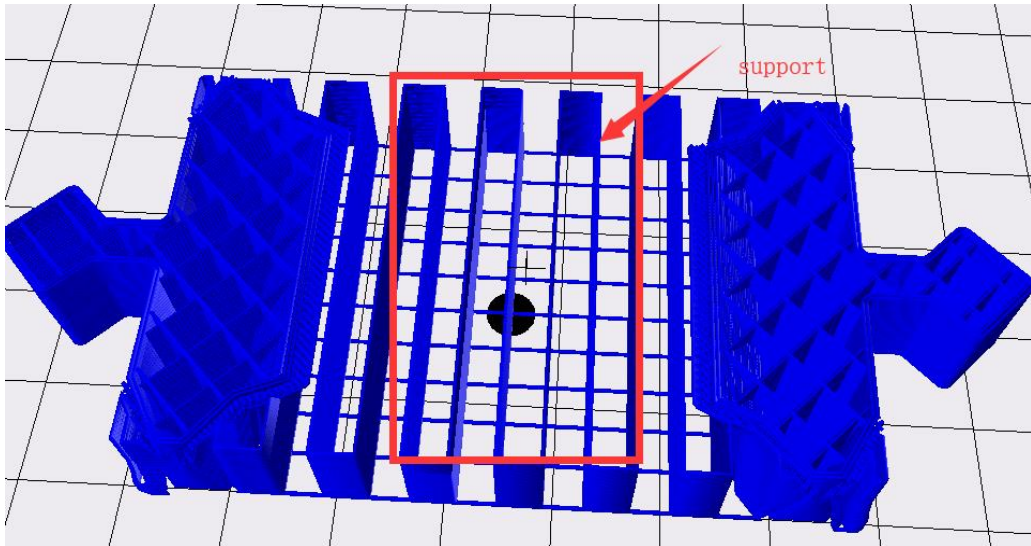
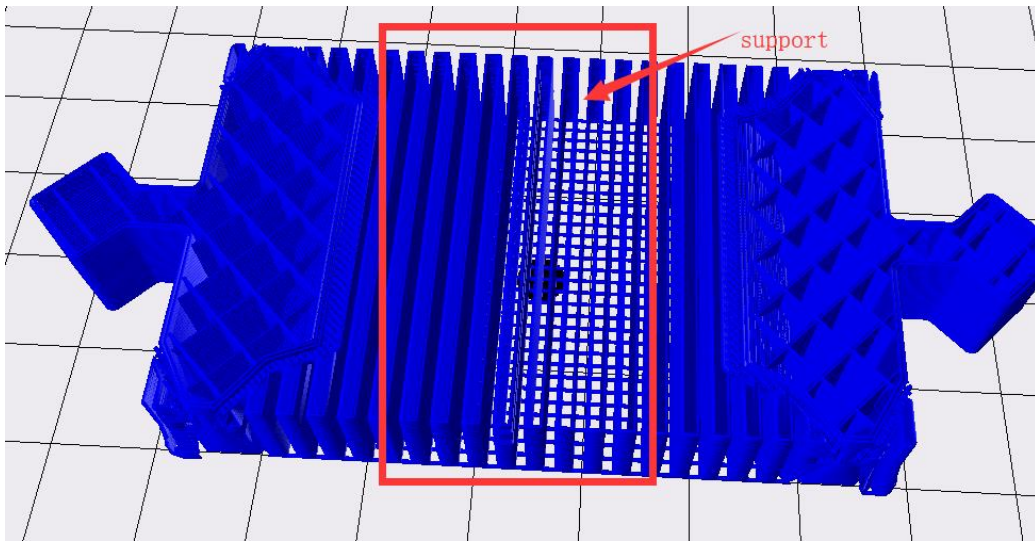

图 22, 10%支撑填充率
图 23, 30%支撑填充率
(3)支撑填充率 (%)：即支撑的填充率，决定相邻支撑填充线之间的距离，值越大，则走线越近，支撑结构越密集。填充率越高，支撑强度越高，支撑越实心，则越容易支撑住模型，但越难去除；填充率越低，支撑强度越低，则越容易去除，但对模型的支撑能力越低。图 22 与图 23 分别展示了 10%支撑填充率与 30%支撑填充率的情况，可以明显看到 30%支撑填充率的支撑结构比 10%的要密集得多。